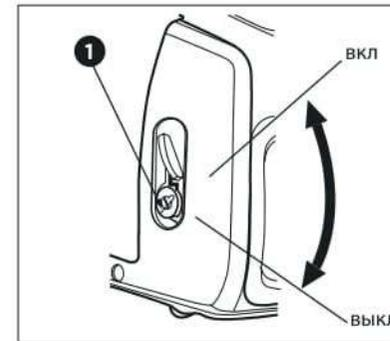

Рисунок 16.
В аварийной ситуации для остановки двигателя переведите выключатель 1 двигателя в положение «Выкл» (рис. 16).
3. Переведите выключатель двигателя в положение «Выкл» (рис. 16).